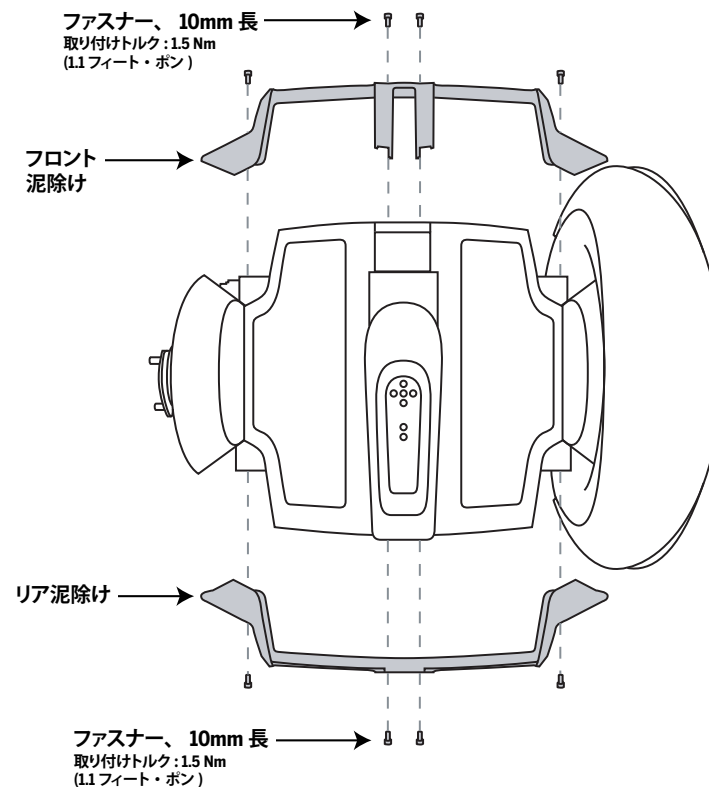

図 3. 泥除けの取り外しと取り付け
7. ホイールとフェンダーを外した状態で、4mm 六角レンチを使って、(4) 本のファスナーを泥除けから外します。図 3 を参照してください。
9. 泥除けを元に戻すには、(このキットに入っている) (4) 本の 10mm 長ファスナーを泥除けに緩くはめめます。4mm 六角レンチを使って、1.5 Nm (1.1 フィート・ポンド) のトルクに締めます。図 3 を参照してください。